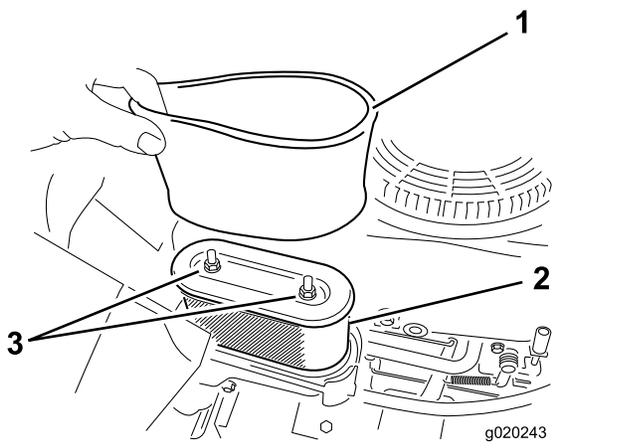

Figura 36
4. Rimuovete con cautela gli elementi del filtro in schiuma sintetica e di carta dal vano del filtro dell'aria (Figura 36).
1. Installate il filtro di schiuma sul filtro di carta (Figura 36).